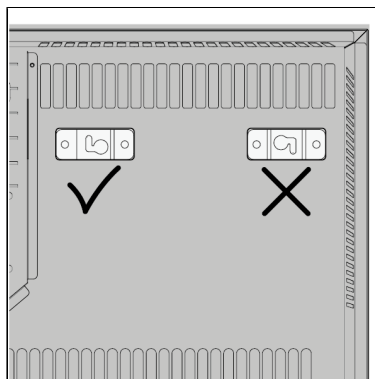

Figur 76.
5. Placera enheten på en lodrät och fast yta. Använd ett vattenpass vid uppställningen av enheten (Figur 76, pos. 1).
6. Placera enheten med ett minsta avstånd (Figur 76) på: